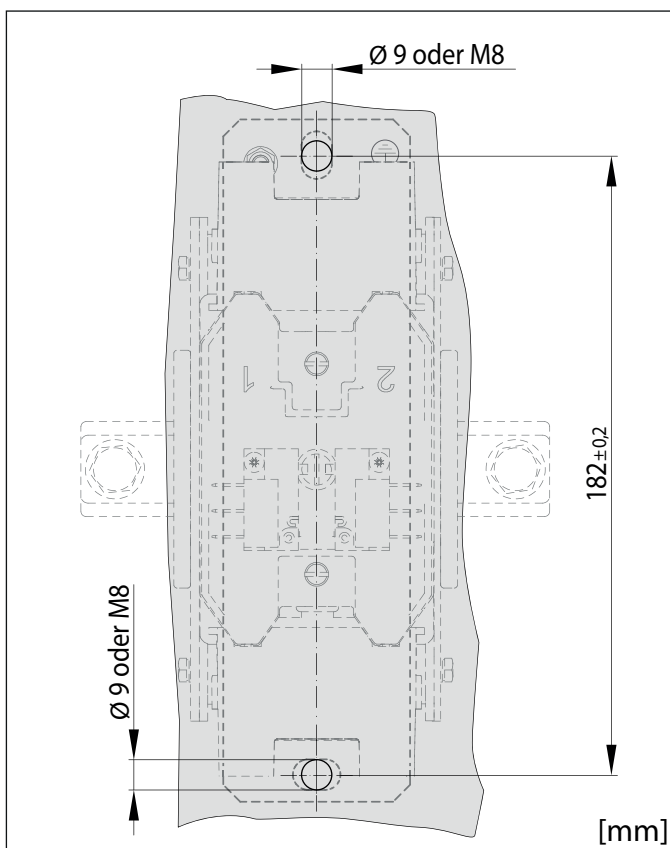
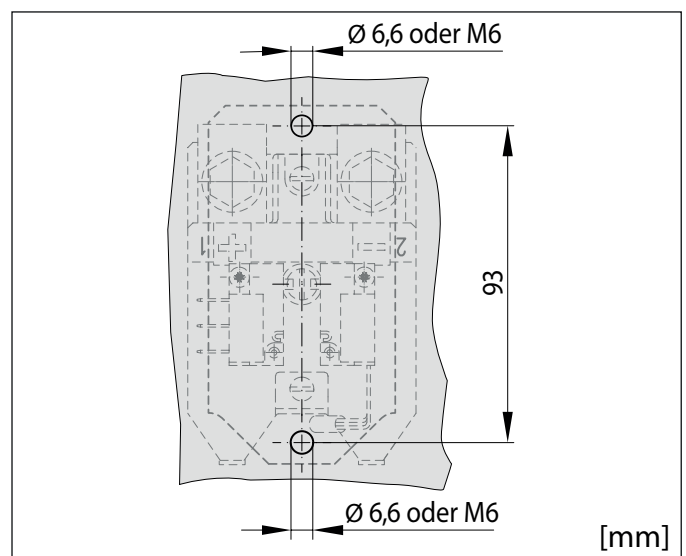

Abb. 9: C195 X/: Maße und Anordnung der Montagebohrungen
Abb. 11: C195 S/, C195 T/, C195 W/: Maße und Anordnung der Montagebohrungen
- ▶ An der Montageplatte bzw. am Einbaurahmen müssen Montagebohrungen gemäß nachstehenden Maßzeichnungen (**Abb. 9 bis Abb. 11**) vorbereitet werden.